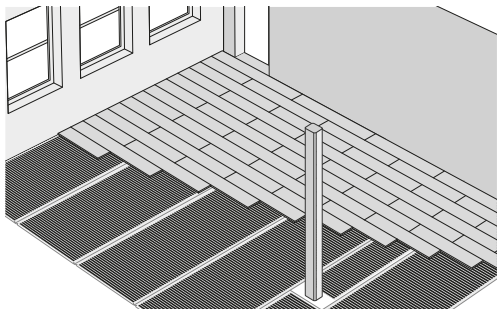

Fig. 10. Installer gulvbelegget
- Gulvet skal legges som et flytende lag og kan ikke festes til de underliggende lagene. (fig.10)